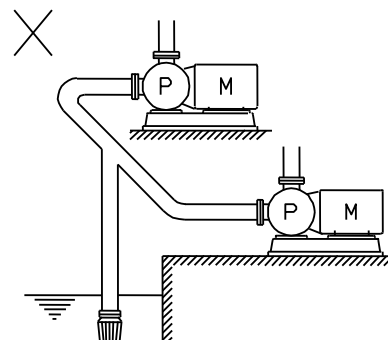

図 4
- (f) 吸込配管を、分岐にしないようにしてください(図 4)。